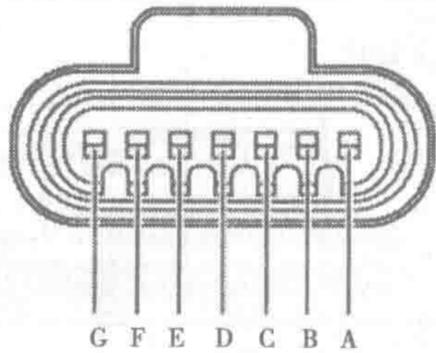

图 1-1-20 点火线圈模块连接器端子图
13. 点火线圈模块连接器端子图 (图 1-1-20) 及端子功能表 (表 1-1-13)